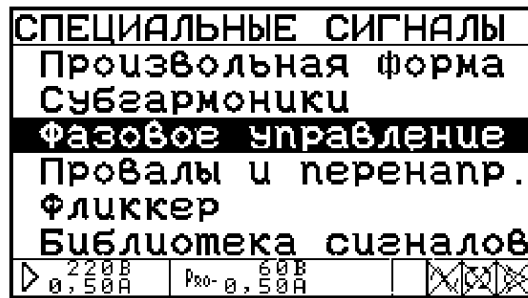

Рисунок 4.6 - Меню режима «Специальные сигналы»
- пиктограмма «глаз» в первой справа позиции — включен синхронный с питающей сетью режим работы, при этом частота выходных сигналов определяется частотой питающей сети, пиктограмма «перечеркнутый глаз» — слежение за частотой питающей сети отключено, частота выходных сигналов равна заданной в параметре «частота» (рис. 4.6), изменение режима синхронизации возможно только при выключенной генерации;
Меню «Специальные сигналы» (рисунок 4.6) состоит из шести пунктов: «Произвольная форма», «Субгармоники», «Фазовое управление», «Провалы и перенапряжения», «Фликер» и «Библиотека сигналов».